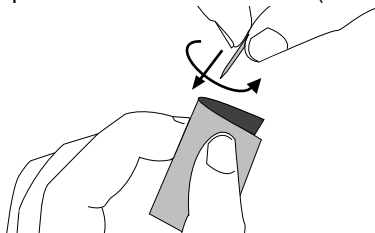

Abbildung 78
4. Polieren Sie die Elektrode vorsichtig. Hierbei nicht zu fest andrücken, damit sich die Elektrodenspitzen keinesfalls verformen (siehe Abb. 78).